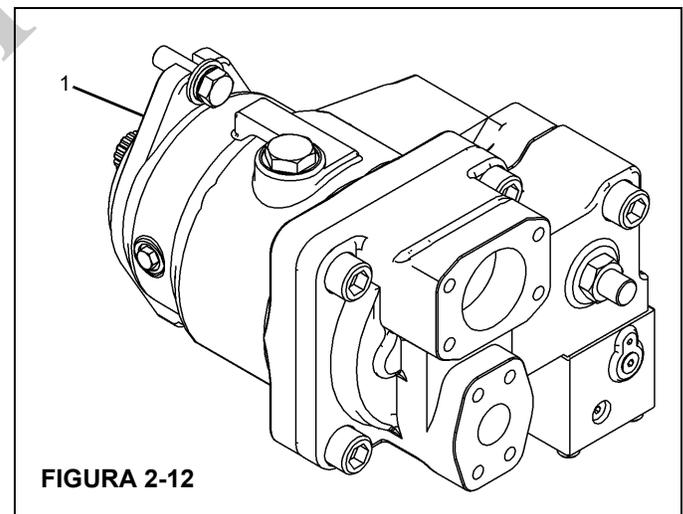

FIGURA 2-12
3. Emperne la bomba (1, Figura 2-12) a la TDF con la brida de montaje de la bomba.